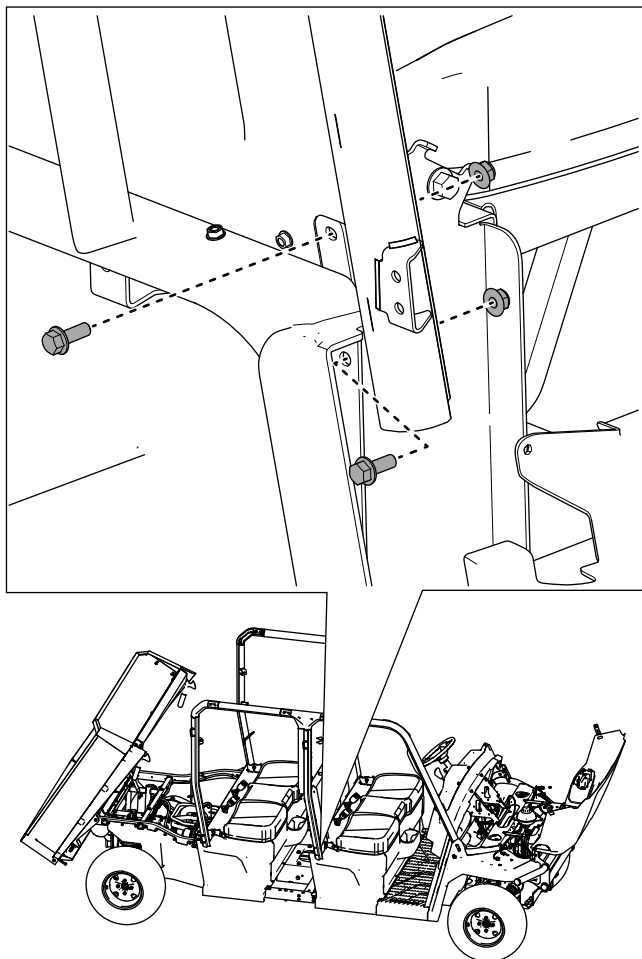

Figura 47
13. Sujete provisionalmente la parte inferior del conjunto central derecho de la barra antivuelco a la base del asiento usando 2 pernos con arandela prensada ($\frac{3}{8}$ " x 1") y 2 contratuercas ($\frac{3}{8}$ "), como se muestra en la Figura 47.